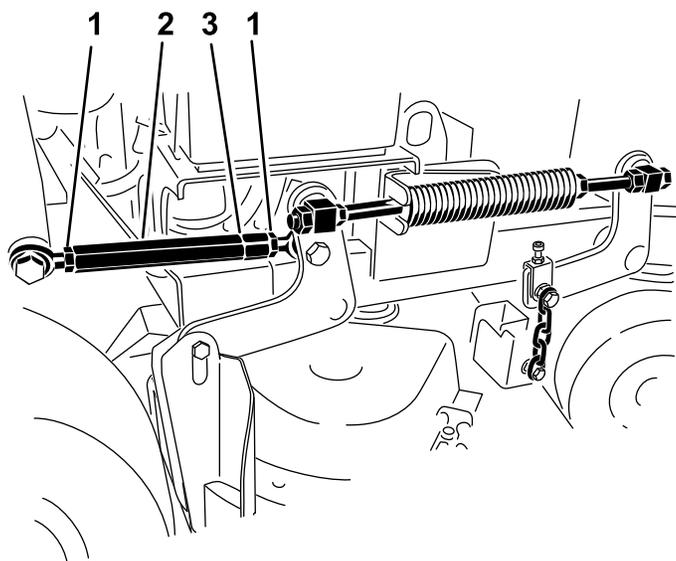

Bild 83
4. Lösen Sie die Klemmmuttern an beiden Seiten der Spansschraube (Bild 83).